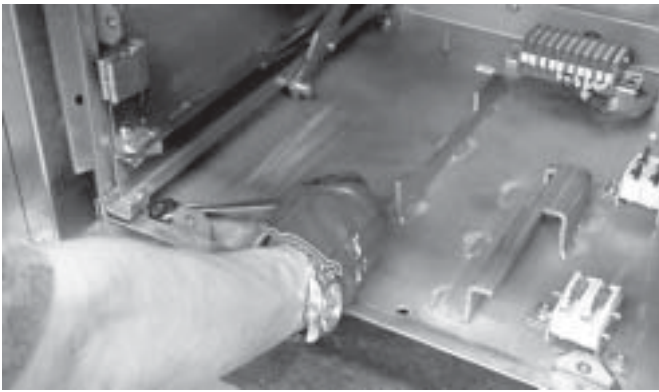

Fig. 78f _____
- svitare le viti di fissaggio del fondo dello scomparto TV (fig. 78f - 78g);
- *loosen the fixing screws of the VT compartment base (fig. 78f-78g);*